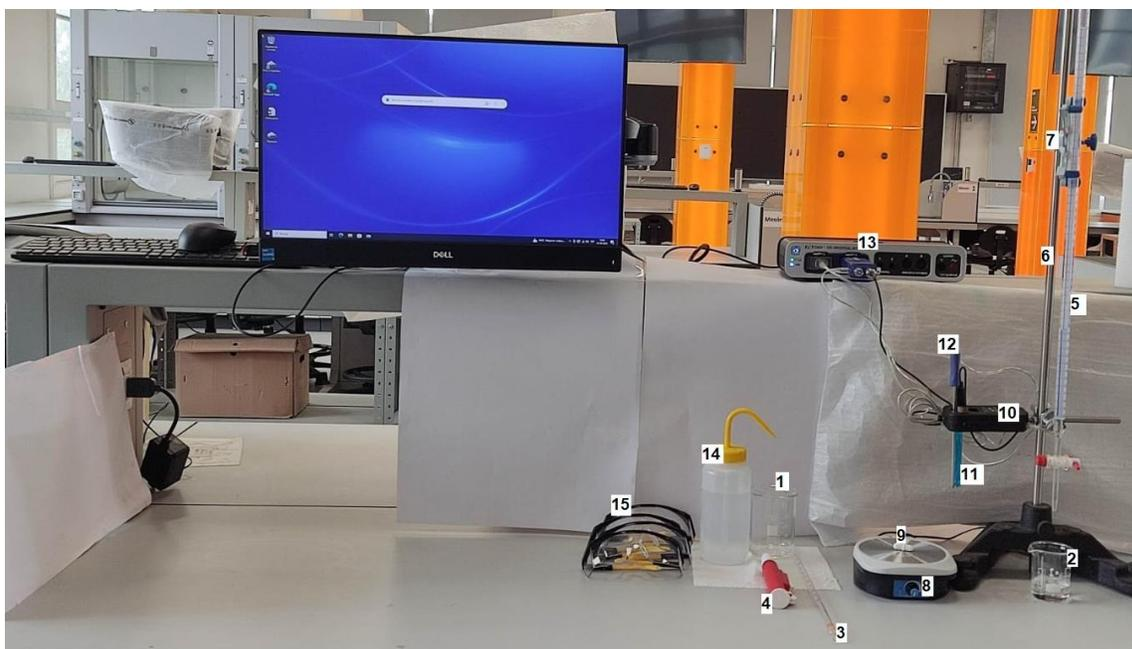

Figura 1. Materiales para la experiencia, dispuestos en el puesto de trabajo.
9. Deje los materiales como aparecen en la Figura 1.
11. Asegúrese de que su mesón se encuentre limpio y ordenado igual que la Figura 1 al terminar.